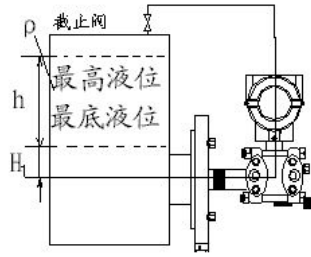

图 3.12 液位变送器测量闭口容器液位的示意图（干管）
B.干管：变送器的低压侧连到容器的上部取压口，如图 3.12 所示。
B. 法兰安装面的密封：当安装法兰时，如图 3.12 所示在高、低压侧的安板装法兰和现场过程法兰之间各夹一个密封垫圈。